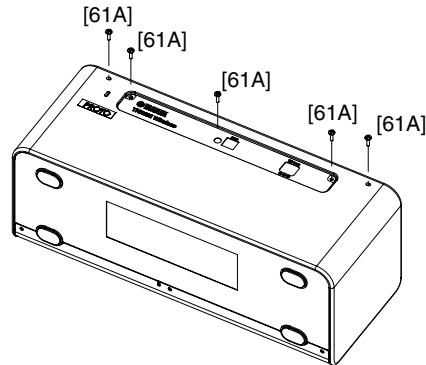

Fig. 2 (図 2)
- 1-5. Remove the five (5) screws marked [61A]. (Fig. 2)
- 1-5. [61A] のネジ 5 本を外します。(図 2)